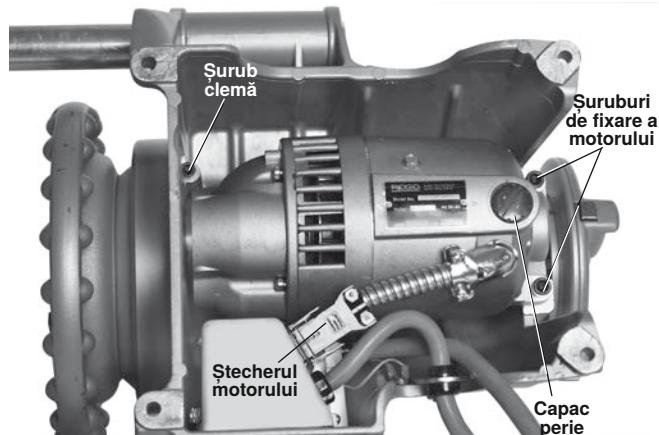

Figura 32 – Demontarea capacului motorului/schimbarea periilor
3. Așezați mașina pe un banc curat și stabil. Întoarceți mașina pentru a avea acces la partea inferioară (Figura 32).